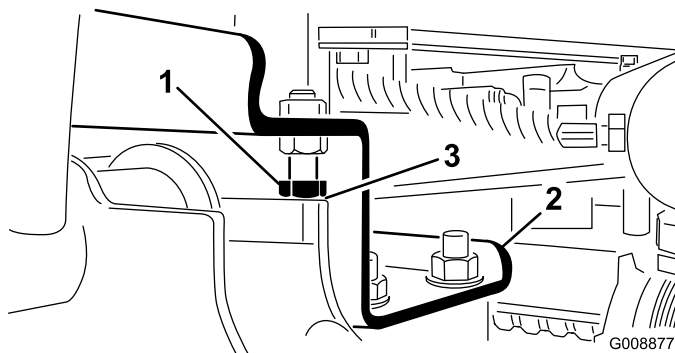

Figura 12
A. Allentate i bulloni di arresto (Figura 12).
- Verificate che il gioco tra ciascun braccio di sollevamento e il bullone di arresto sia di 0,13 a 1,02 mm (Figura 12). Se il gioco non rientra in questo campo, regolate il gioco dei bulloni di arresto.